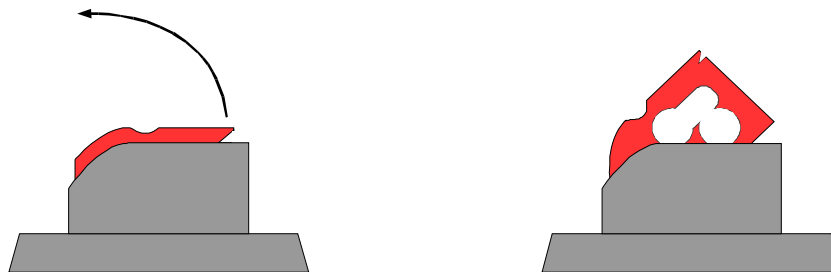

Рисунок 3
- Блокировать сетевой выключатель от включения, при помощи механизма на рукоятке выключателя (см. рисунок 3) и замка.